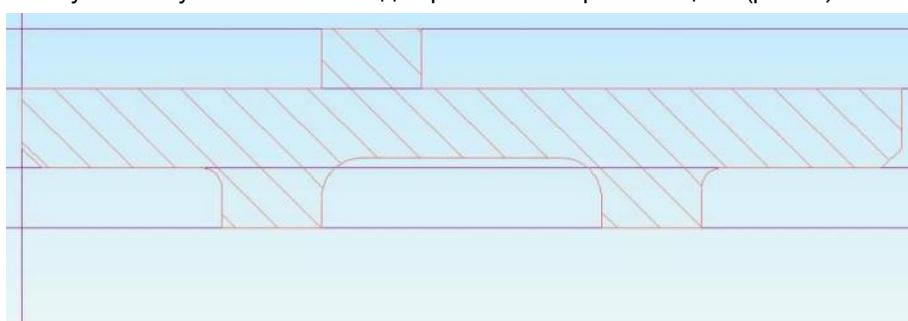

Рисунок 7. Выделение группы элементов
- Отпустите левую кнопку мыши. Весь вид окрасится в красный цвет (рис. 7).